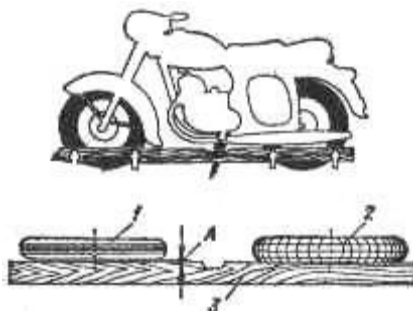

Рис. 54. Проверка взаиморасположения колес в продольной плоскости при помощи деревянной планки:
3. Проверить взаиморасположение колес и при необходимости установить их в одной плоскости (рис. 54). Колеса всегда должны обязательно находиться в одной плоскости.
4. Завинчивая или отвинчивая регулировочные гайки на оттяжках заднего колеса, установить заднее колесо так, чтобы шаблон одновременно касался колеса в двух точках (см. рис. 54).